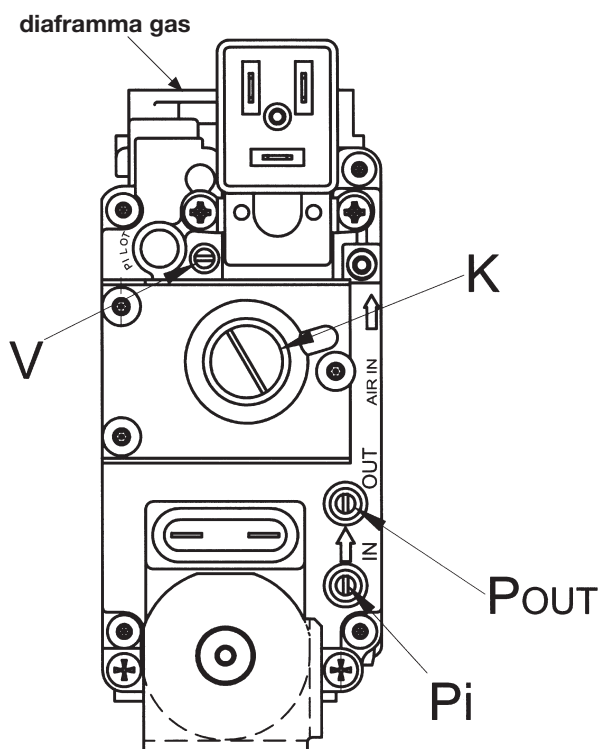

Figura 12a
## 13.1 MODELLI CON SINGOLA VALVOLA (POWER HT 1.850 E 1.1000) FIGURA 12a
- Per i modelli con singola valvola sostituire il diaframma gas situato sull'uscita della valvola gas (figura 12a).